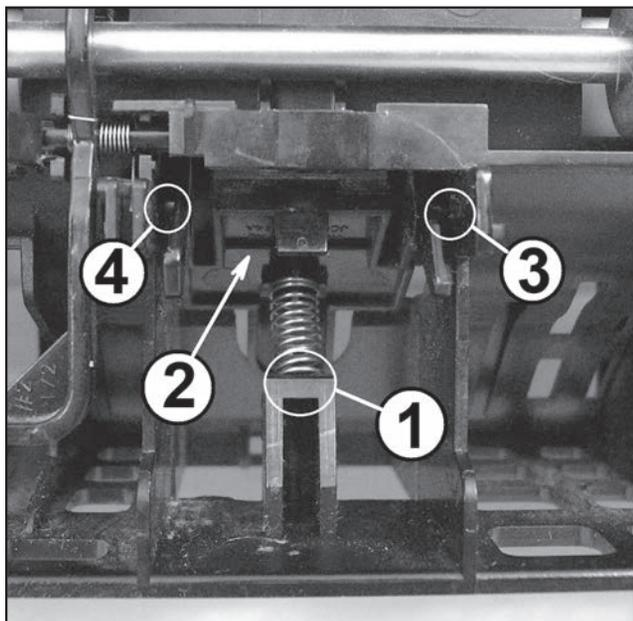

Рис. 32
ной к себе, запоминают местоположение тормозной площадки и пружины под ней. Снимают пружину с выступа (1 на рис. 32) на основании узла подачи и транспорта бумаги. Прижимают тормозную площадку (2) в левую сторону и снимают ее правую сторону с оси (3). Аналогично снимают левую сторону с левой оси (4). Далее перемещают площадку к себе и снимают ее в сборе с пружиной с узла. Установку тормозной площадки выполняют в обратном порядке. Последовательно устанавливают тормозную площадку на оси и затем пружину на выступ, расположенный на корпусе узла.